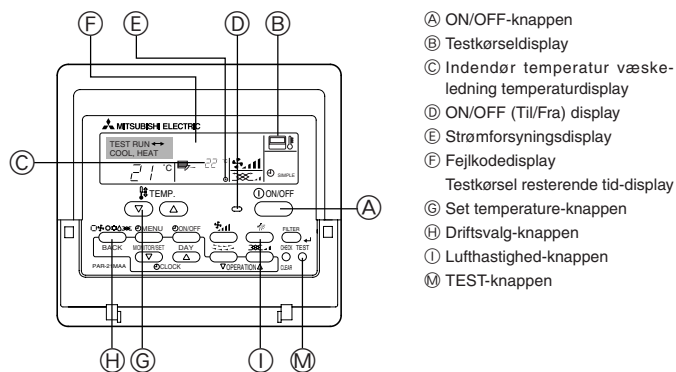

Fig. 7-1
7.2.1. Med ledningsforbundet fjernbetjening (Fig. 7-1)
- ① Tænd for enheden mindst 12 timer før testkørslen.
- ② Tryk på [TEST]-knappen to gange. ⇒ "TEST RUN"-display
- ③ Tryk på [Mode selection] (Driftsvalg)-knappen ⇒ Kontroller, at luften blæses ud.
- ④ Tryk på [Mode selection] (Driftsvalg)-knappen, og skift til COOL (afkøling) (eller opvarmning). ⇒ Kontroller, at kold (eller varm) luft blæses ud.
- ⑤ Tryk på [Fan speed] (Lufthastighed)-knappen. ⇒ Kontroller, at lufthastigheden er ændret.
- ⑥ Kontroller den udendørs enheds ventilators funktion.
- ⑦ Afbryd testkørslen ved at trykke på [ON/OFF]-knappen. ⇒ Stop
- ⑧ Registrer et telefonnummer.